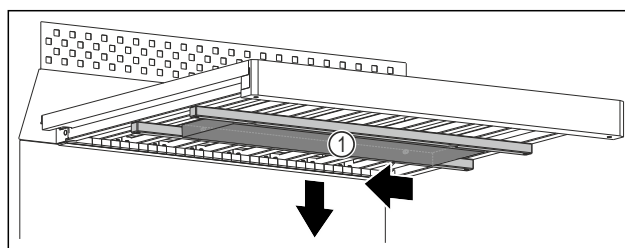

Fig. 160
- Boks za vodo Fig. 160 (1) potisnite na levo.
- Boks za vodo Fig. 160 (1) odstranite navzdol.